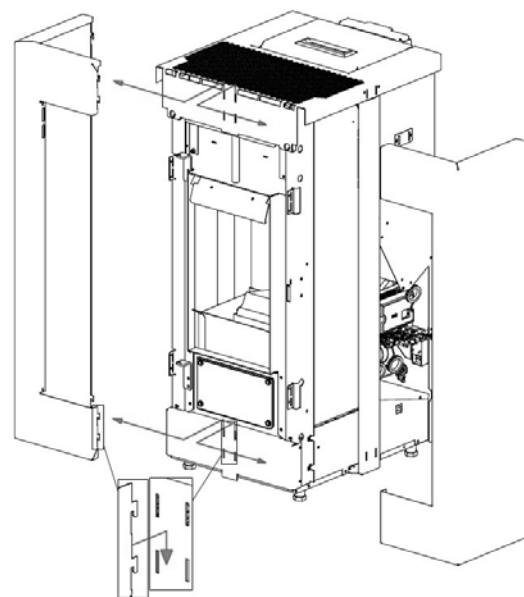

Fig. 54 - Aushaken der Seiten
- Die vorderen Seiten aushaken (siehe **Fig. 54**).